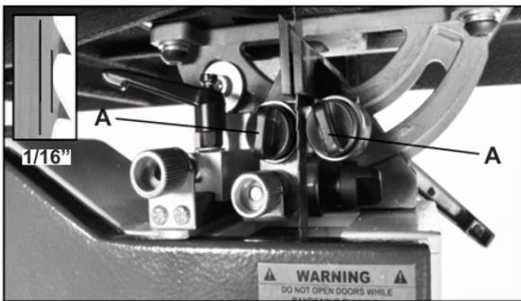

Рис.26
3. Сначала ослабьте передние фиксаторы (А, рис. 26). Чтобы переместить направляющие по направлению к пильному полотну или от него, используйте фиксаторы в качестве ручек для установки подшипников на место. После установки закрепите фиксаторы.